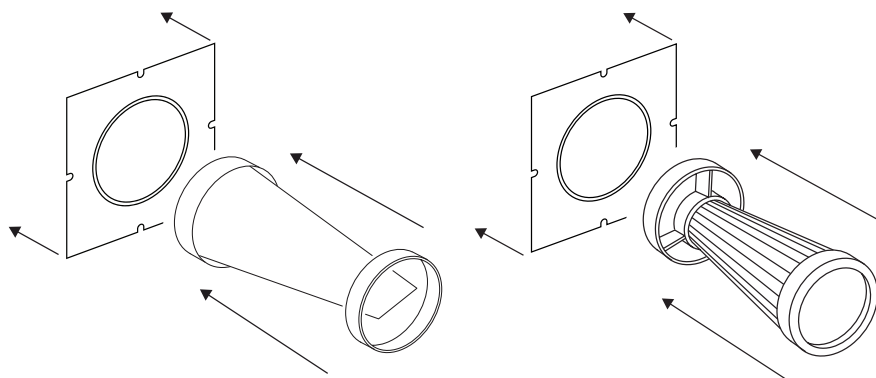

Рисунок 4.7 – Установка фильтр канальный класса G4 (слева) и высокоэффективный фильтр EPA E11 (справа) с уплотнительным элементом.
4.2.11. Приклейте уплотнительный элемент на стену. Вставьте фильтр в трубу (рис. 4.7). Ближайший к прибору край фильтра должен быть углублен в воздушном канале на 20 мм.